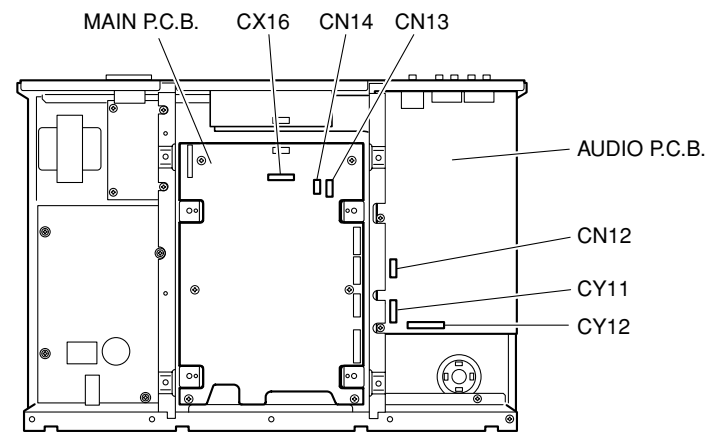
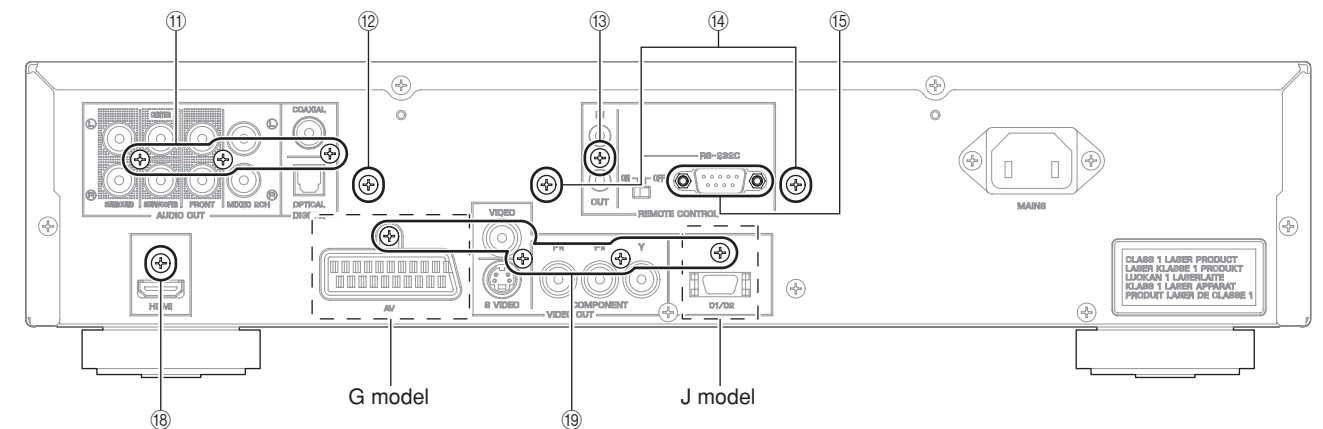

Fig. 6
Fig. 7
- Remove CN13 and CN14. (Fig. 6)
- CN13、CN14を外します。(Fig. 6)
- Remove 3 screws (11) and 1 screw (12). (Fig. 7)
- Remove CY11, CY12 and CN12. (Fig. 6)
- Lift the front of the AUDIO P.C.B. and slide to remove it. (Fig. 6)
6. Removal of VIDEO (5) P.C.B.
- Remove 1 screw (13), 2 screws (14) and 2 jack screws (15). (Fig. 7)
- ⑪のネジ3本、⑫のネジ1本を外します。(Fig. 7)
- CY11、CY12、CN12を外します。(Fig. 6)
- AUDIO P.C.B.の前側を持ち上げスライドさせ取り外します。(Fig. 6)
6. VIDEO (5) P.C.B.の外し方
- ⑬のネジ1本、⑭のネジ2本、⑮のジャックスクリュー2本を外します。(Fig. 7)
- Remove 1 screw (18) and 2 (U, T, A models)/3 (G model) screws (19). (Fig. 7)
- ⑱のネジ1本、⑲のネジ3本を外します。(Fig. 7)